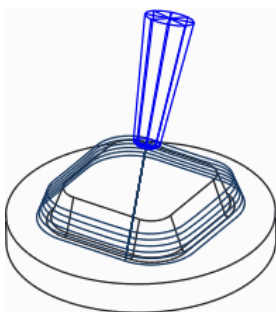

图 7.4.22 刀具行走路线
Step3. 单击“播放路径”对话框中的  按钮,可以观察刀具的行走路线,如图 7.4.22 所示。单击 **CL 数据** 栏可以查看生成的 CL 数据,如图 7.4.23 所示。